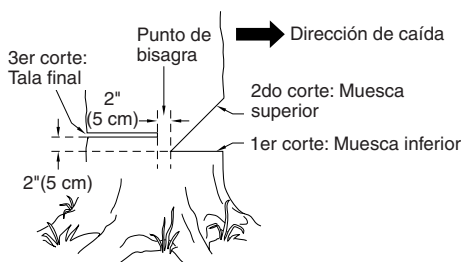

Figura 12 - Tala de un árbol
La preparación correcta de una muesca determinará la dirección en que caerá el árbol. Corte la muesca del lado del árbol correspondiente a la dirección en la cual desea que éste caiga (vea la Figura 12). Siga las instrucciones a continuación para cortar la muesca.
1. Haga el corte inferior de la muesca tan cerca del suelo como sea posible. Sujete la sierra de modo que la barra de guía se encuentre en posición horizontal. Corte a través del tronco del árbol hasta atravesar 1/3 de su diámetro (vea la Figura 12). *Nota:* Haga siempre este corte inferior horizontal en primer lugar. Si la hace en segundo lugar, el árbol puede presionar la cadena o la barra de guía.
*Por ejemplo:* Si el corte inferior tiene una profundidad de 20 cm, comience el corte superior 20 cm por encima de aquél. Corte en dirección hacia abajo y a un ángulo de 45°. El corte superior de la muesca debe llegar y unirse al punto final del corte inferior (vea la Figura 12).
1. Haga el corte de tala final 5 cm por encima del corte inferior de la muesca y sobre el lado opuesto del árbol (vea la Figura 12). Mantenga el corte de tala paralelo al corte inferior de la muesca.
**⚠ ADVERTENCIA:** No atraviese el árbol completamente. Deje alrededor de cinco centímetros de diámetro sin cortar, directamente detrás de la muesca (vea la Figura 12, página 30). Esta porción sin cortar funciona a manera de bisagra. La bisagra ayuda a evitar que el árbol se tuerza y caiga en la dirección equivocada.